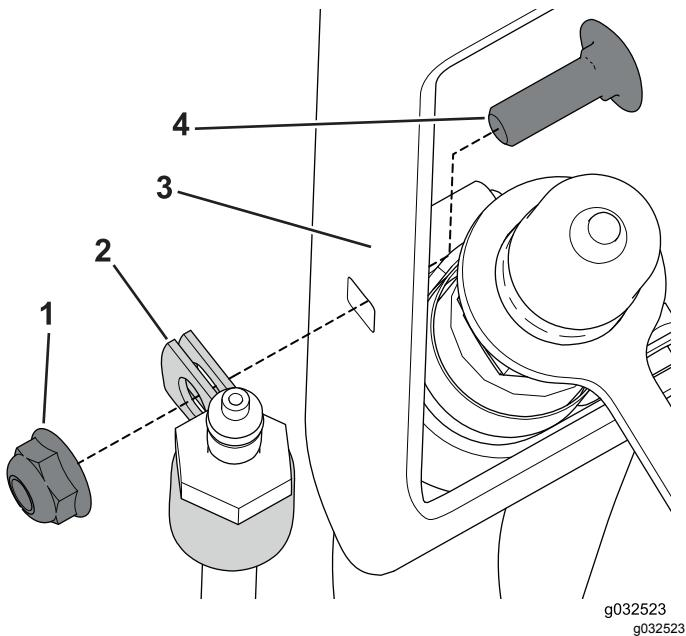

Figure 36
1. Placez un collier en R autour du raccord de flexible (Figure 36).
2. Fixez le collier en R au support de flexible à l'aide du boulon de carrosserie ($\frac{1}{4}$ " x $\frac{3}{4}$ ") et de l'écrou (Figure 36).